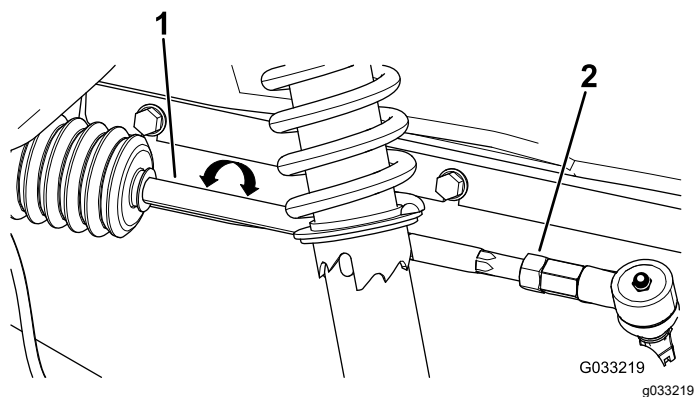

Figura 41
3. Se la misura non rientra nel campo specificato di 0–6 mm, allentate i controdadi all'estremità esterna dei tiranti (Figura 41).